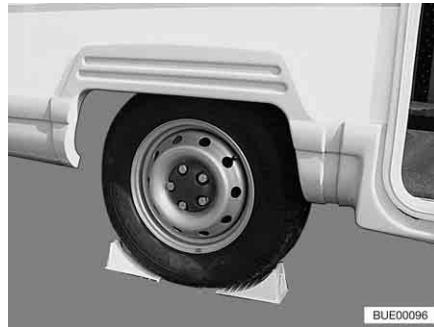

Bild 296 Fahrzeug sichern
- Unterlegkeile oder ähnliche geeignete Gegenstände am gegenüberliegenden Rad unterlegen, um das Fahrzeug zu sichern (Bild 296).